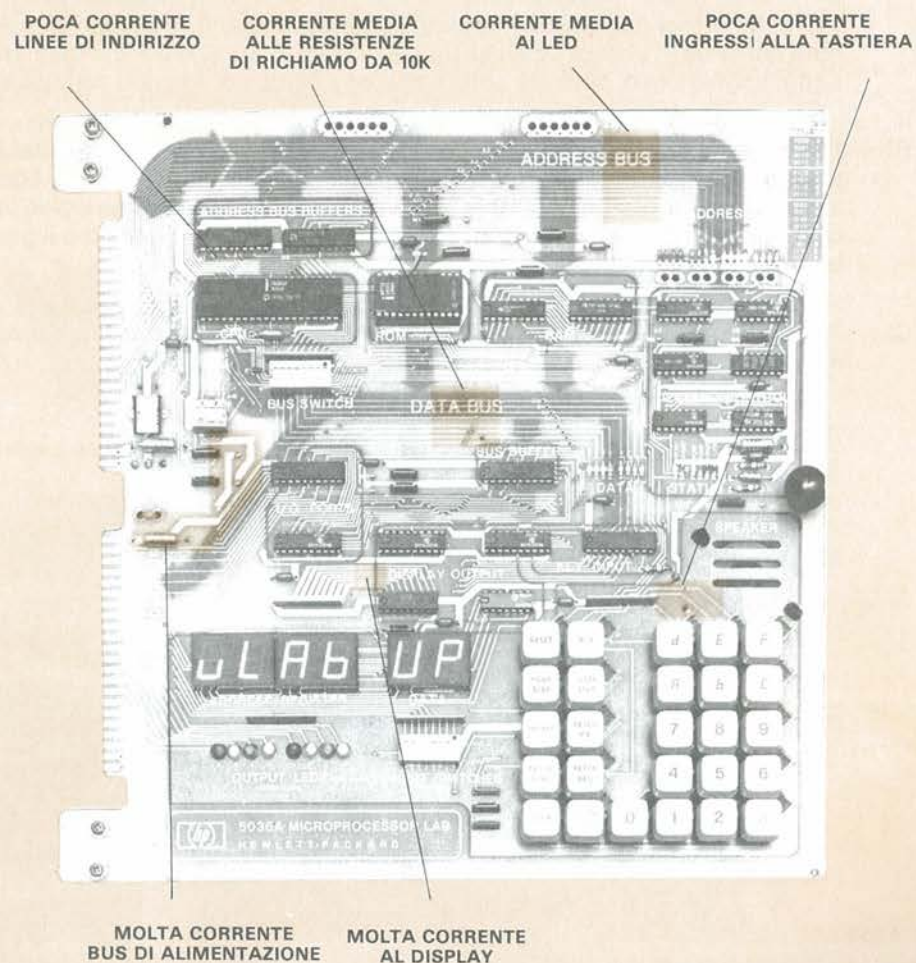

Figura 16-14. Attività della corrente per diversi circuiti del  $\mu$ Lab
- I) Riferendovi alla Figura 16-14, esaminate altre piste della scheda. Notate che, quando è posta sulle piste dell'alimentazione e del display, la lampadina si illumina molto (su queste piste si verificano notevoli «sbalzi» di corrente generati da molti dei circuiti integrati). Le linee in cui non si ha attività non danno alcuna indicazione luminosa.